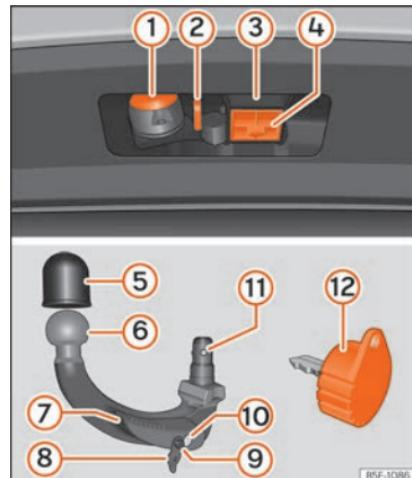

Fig. 182 Soporte del dispositivo de enganche para remolque / gancho de remolque / llave
① CUIDADO
- La zona superior del alojamiento del gancho está provista de grasa lubricante »fig. 182 ③. Cuando use el dispositivo debe asegurarse de que no se haya eliminado.
- Extraiga el tapón de alojamiento del gancho **» fig. 182 ④** hacia abajo.
- Retire la tapa protectora de la cabeza esférica **»»»** fig. 182 **5**.